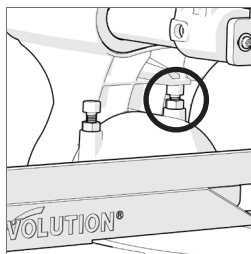

Fig. 14
- Allentare il dado di arresto della vite di regolazione dell'angolo di inclinazione. (**Fig. 14**)